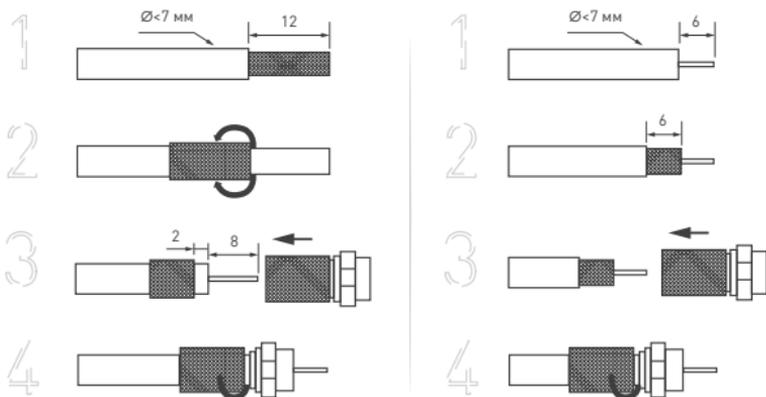

Рис. 1. Подготовка кабеля к монтажу
- 3.5. Перед подключением зачистите кабель (Рис. 1):